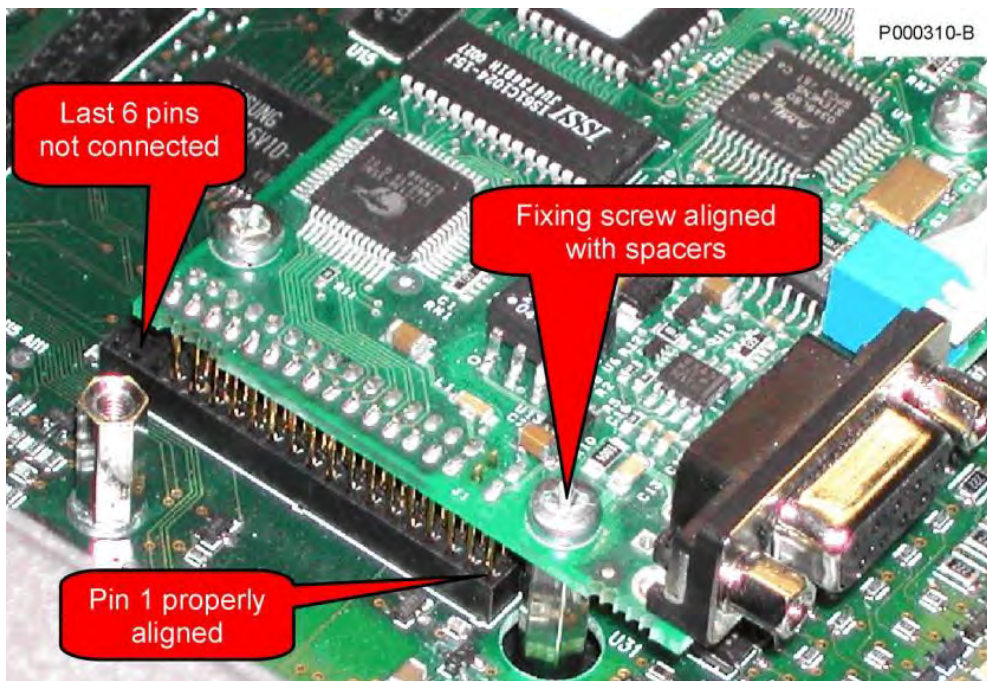
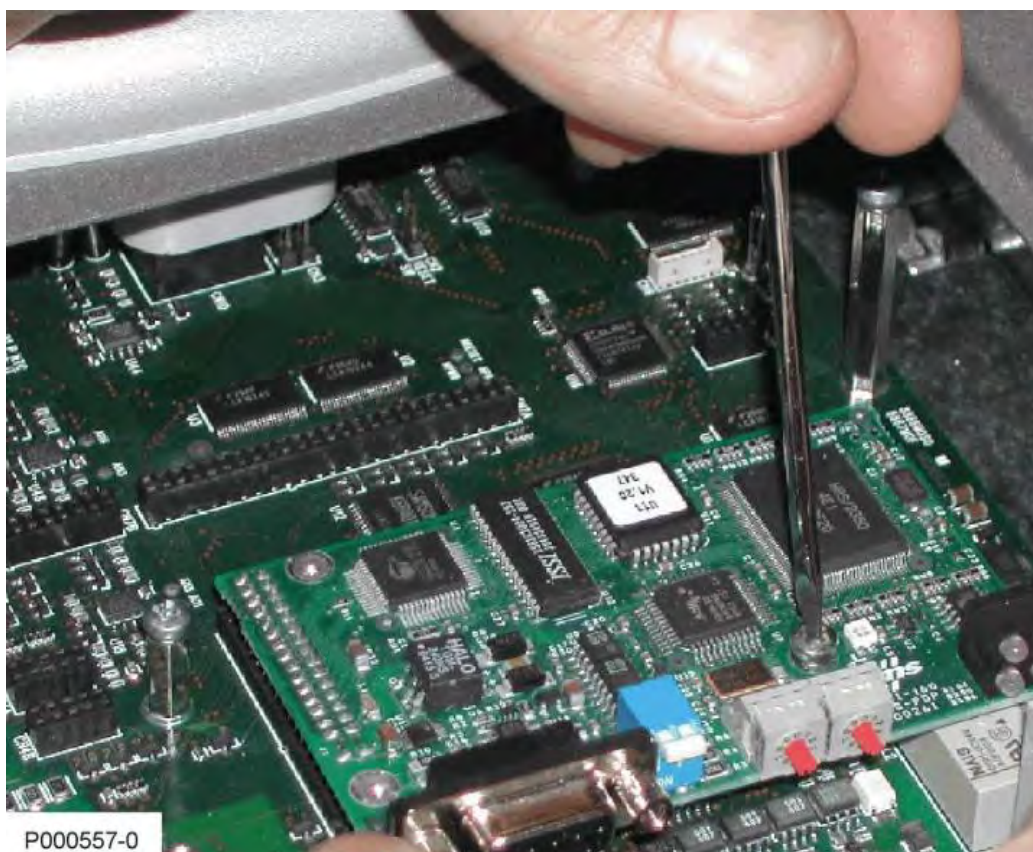

Figura 156: Verifica del corretto allineamento del pettine di contatti sul connettore slot B
Figura 157: Fissaggio della scheda sullo slot B
- 4) Inserire la scheda nello slot B facendo attenzione che il connettore a pettine della scheda occupa solo la parte anteriore dello slot lasciando liberi gli ultimi 6 pin. Se la scheda è correttamente installata si ha l'allineamento tra i tre fori di fissaggio e le corrispondenti sedi delle viti delle colonnette metalliche di supporto. Dopo aver controllato il corretto allineamento serrare le tre viti di fissaggio della scheda come mostrato in Figura 156 e Figura 157.